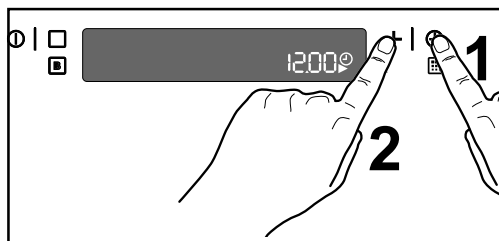

Fig. 2
1. Appuyez sur la commande de la fonction Temps . Pendant que le symbole  clignote à côté de celui de l'horloge , réglez l'heure du jour à l'aide des commandes „-” ou „+” (Fig. 2). Une fois le four mis à l'heure, le symbole  continue de clignoter pendant 5 secondes puis disparaît. Ceci signifie que le réglage est mémorisé par le programmeur électronique.